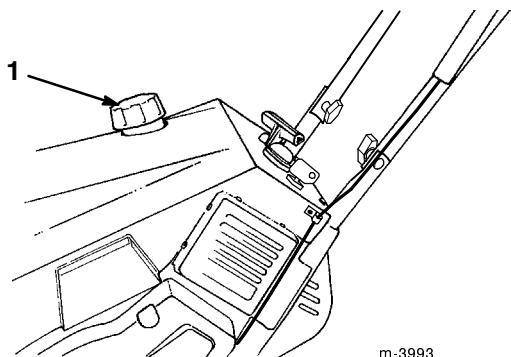

Figure 7
- Nettoyez la surface autour du bouchon du réservoir de carburant (Fig. 7).